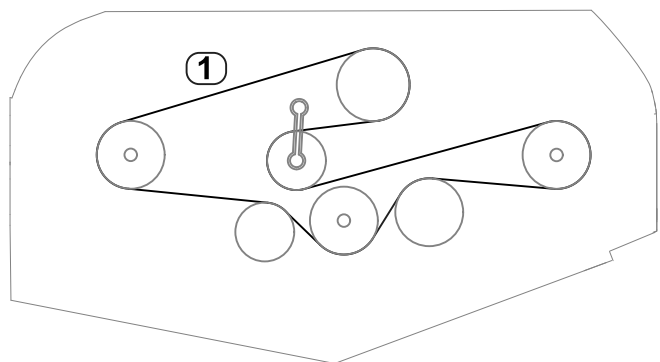

Figura 29
5. Utilizando uma chave de aperto ou ferramenta semelhante para segurar a polia intermédia, encaminhe a nova correia em redor das polias de eixo e estrutura da polia intermédia, como se mostra na Figura 29.